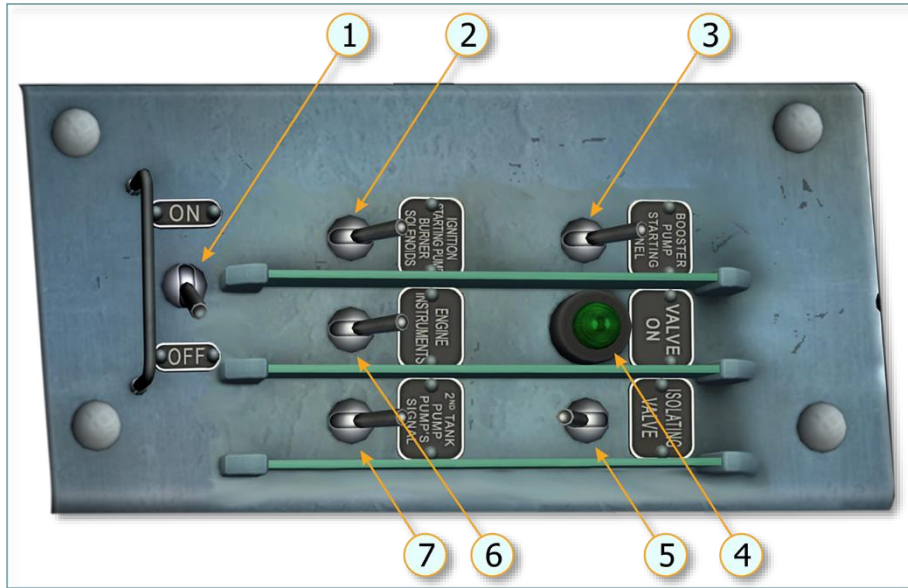

图 4.9. 左侧电力分配面板
"2й бак" (第二油箱空油) 警示灯警告飞行员第二油箱燃油耗尽。它在 PCR-1 输油泵压力下降后会点亮。在此之后，为了节约它的使用寿命，这个泵必须用驾驶舱左侧的面板上的断路器 (图 4.9, 7) 关闭。
(11) 航行灯开关负责开关航行灯。
(12) 升降舵配平片控制按钮。
(13) 左侧电力分配面板 (图 4.9)。此面板可以打开发动机相关的设备、燃油系统、液压系统。当发动机燃油自动隔离阀激活时绿灯 (4) 便会亮起。